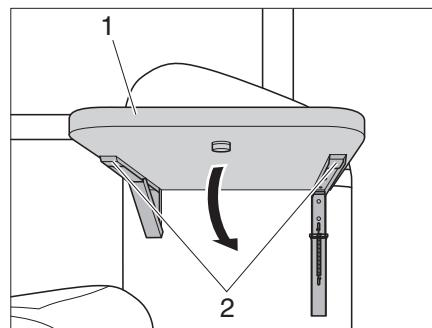

Figura 32 Plegar el estante
- Presionar las dos palancas de liberación (Figura 32,2) debajo del estante y girar hacia abajo el estante (Figura 32,1).